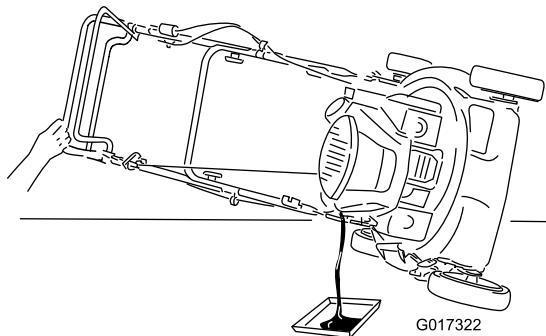

Figure 18
- Inclinez la machine sur le côté (filtre à air en haut), puis retirez la jauge pour vidanger l'huile usagée par le goulot de remplissage (Figure 18).